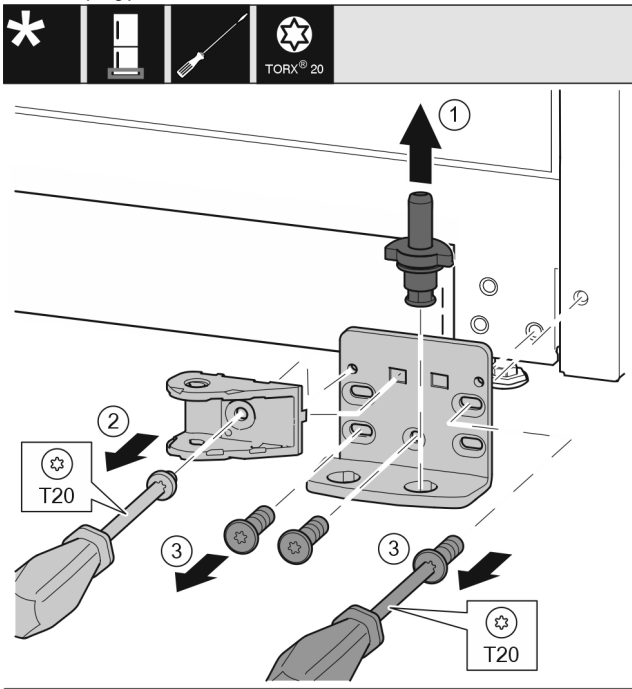

Fig. 45 *
- ▶ Húzza ki teljesen a csapszeget Fig. 45 (1) felfelé.*
- ▶ Tekerje ki a csavart Fig. 45 (2) csavarhúzóval, és vegye le a záráscsillapító egység kötőelemét.*
- ▶ Tekerje ki a csavarokat Fig. 45 (3) csavarhúzóval, és vegye le a csapágybakot.*